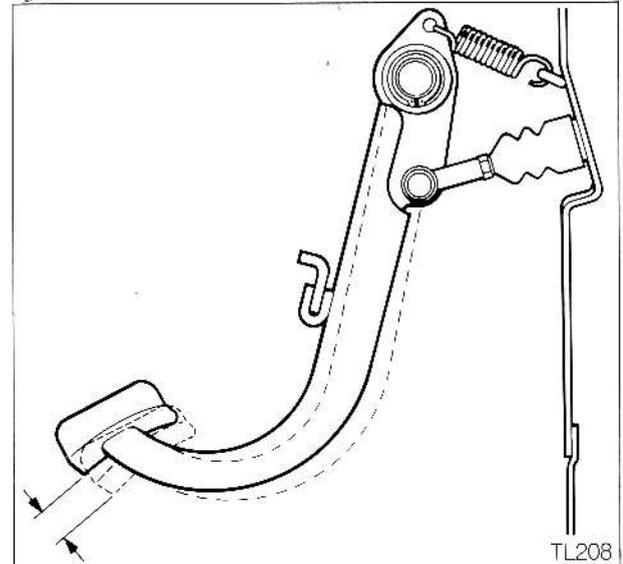

Fig 102
Réglage des freins de route et du frein de stationnement (Figs. 102 et 103).
La garde de la pédale de frein doit être de 5 mm à 10 mm (3/16 à 3/8 in) (Fig. 102)
3. Vérifier que la garde de la pédale gauche, mesurée à l'extrémité de la pédale est de 5 mm à 10 mm (3/16 in à 3/8 in) (Fig. 102).